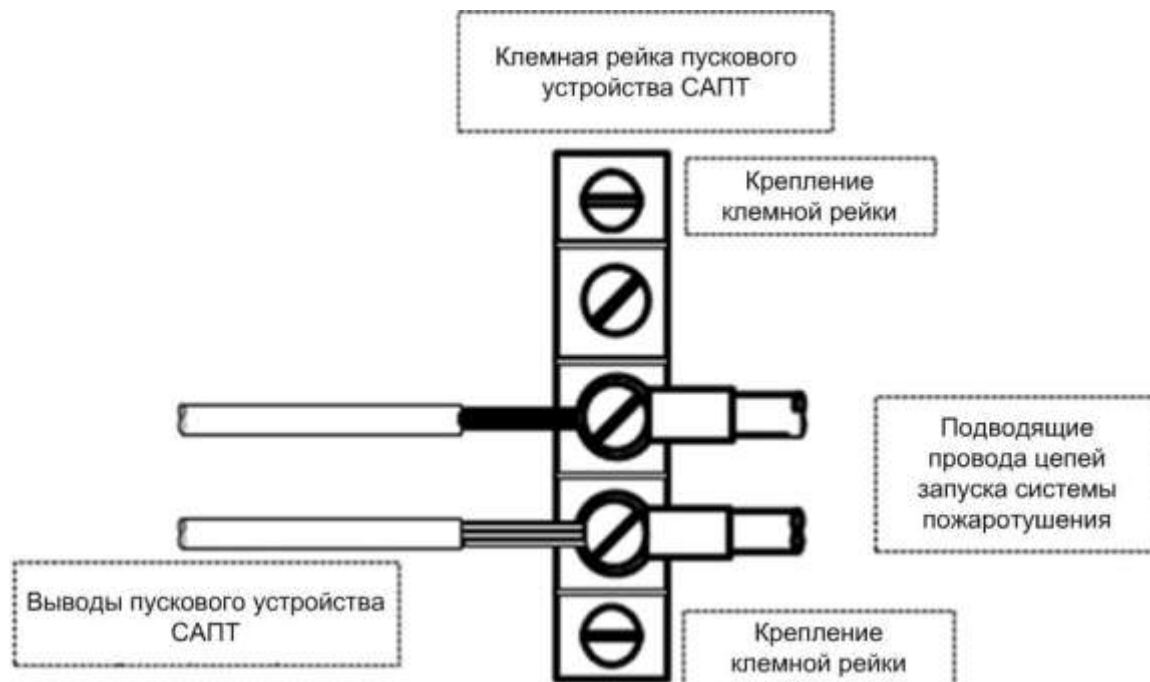

Рис. 13.6 - Коммутация цепей запуска САПТ после завершения приемо-сдаточных испытаний (при вводе в эксплуатацию) СПСТ (штатный режим эксплуатации)
- при отсутствии замечаний подключить выводы пусковых устройств САПТ к клеммным рейкам согласно принципиальной электрической схеме (см. рис. 13.6).